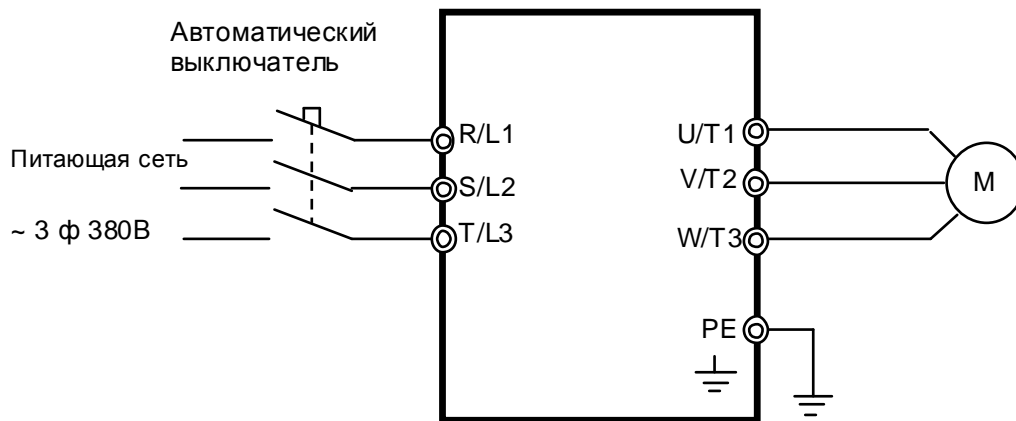

Рис. 8.2 Схема подключения ПЧ
8.2. Подключить проверяемый преобразователь частоты по схеме, приведенной на рис. 8.2.